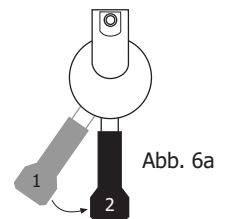

Abb. 6a
5. Spannen Sie nun den Siebträger waagrecht in die Brühgruppe ein (siehe Abb. 6a.) und drehen ihn nach rechts fest. Der Siebträger sollte nun in einem 90°- Winkel zur Maschine stehen.